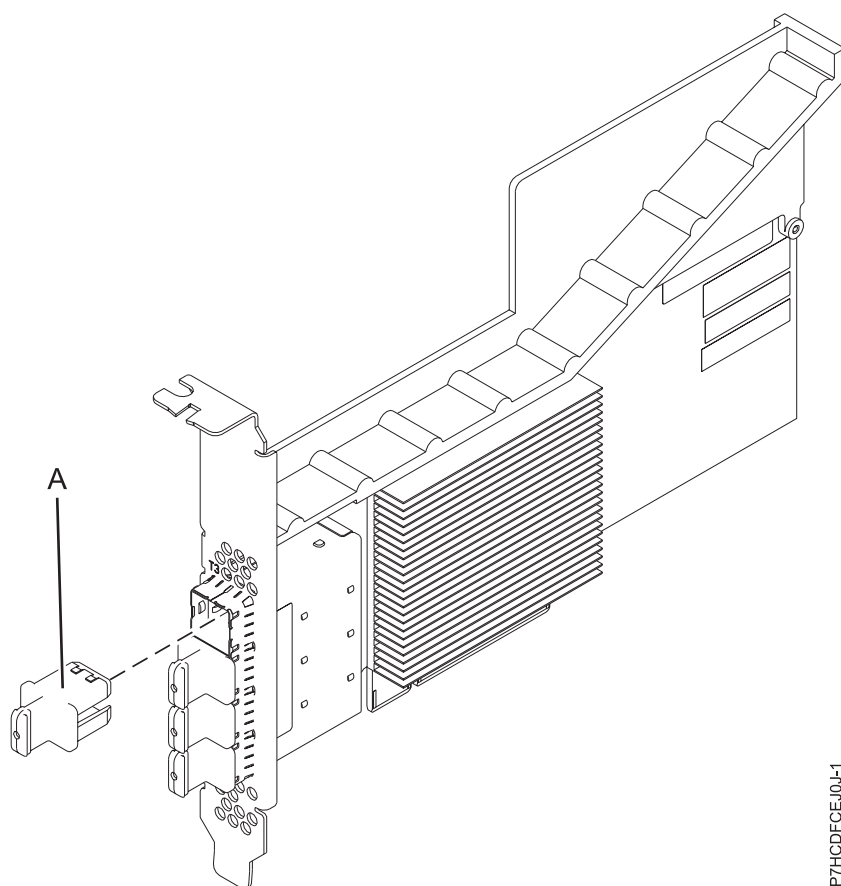

Figura 11. Adaptador RAID SAS PCIe3
L'adaptador SAS RAID PCIe3 de quatre ports i 6 Gb és un adaptador SAS RAID PCI Express (PCIe), de la tercera generació que té un perfil baix, amb un factor de format curt però que s'empaqueta amb una instal·lació d'altura completa. L'adaptador s'utilitza en aplicacions d'alt rendiment, alta densitat i SCSI connectat en sèrie (SAS). Admet la connexió de disc SAS i cintes SAS utilitzant miniconnectors x4 SAS d'alta densitat (HD) que permeten que els enllaços físics es puguin fer servir en diverses configuracions de port reduïdes i àmplies. La connexió de cintes SAS només s'admet en una configuració d'un sol adaptador i no es pot combinar amb el disc SAS del mateix adaptador. L'adaptador no té memòria cau d'escriptura. La Figura 11 a la pàgina 36 mostra l'adaptador SAS RAID PCIe3 de quatre ports i 6 Gb.
Figura 11 mostra l'adaptador. L'endoll del connector (A) es troba en un port buit i impedeix danys en aquest port sempre que s'endollin o s'extreguin cables de connectors de port adjacent.